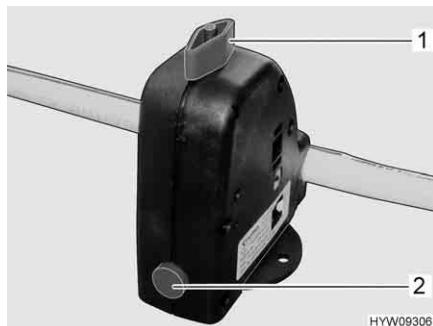

Fig. 129 Valvola di sicurezza/di scarico
Il boiler è dotato di una valvola di sicurezza/di scarico (Fig. 129). La valvola di sicurezza/di scarico impedisce che l'acqua congeli nel boiler in presenza di basse temperature esterne, quando il riscaldamento dell'autocaravan non è acceso.
- Chiudere la valvola di sicurezza/di scarico. A tal fine ruotare la manopola (Fig. 129,1) verticalmente rispetto alla valvola di sicurezza/di scarico e premere verso l'interno il bottone automatico (Fig. 129,2).
- Aprire la valvola di sicurezza/di scarico. A tal fine ruotare la manopola (Fig. 129,1) nel senso della lunghezza della valvola di sicurezza/di scarico. Il bottone automatico (Fig. 129,2) scatta all'infuori. Il boiler viene svuotato verso l'esterno tramite la valvola di sicurezza/di scarico.